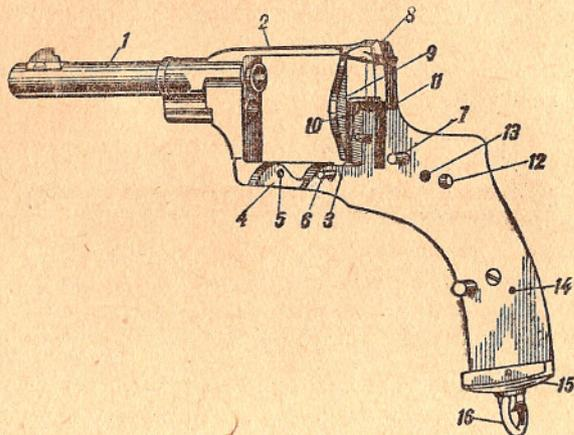

Рис. 8. Рамка с ввинченным стволом:
**10. Рамка** (рис. 8) служит для соединения частей револьвера и рукоятки.